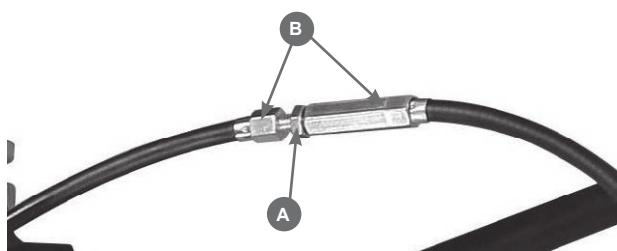

Рис.9
Для удлинения троса необходимо ослабить контргайку (A) и раскрутить соединительную муфту троса (B). Для того, чтобы укоротить трос, соединительную муфту необходимо заскрутить. После установки нужной длины троса, необходимо затянуть контргайку (Рис.9).